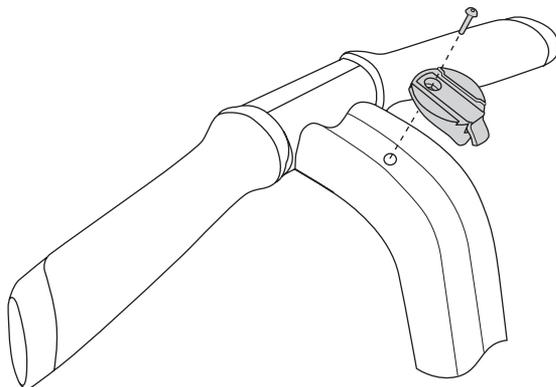

Figure 44. Installation ou retrait du socle du dispositif de commande InfoKey
2. Placez le socle du dispositif de commande InfoKey contre la partie supérieure du cadre LeanSteer en orientant la languette de retenue vers le bas, comme indiqué dans la **Figure 44**.